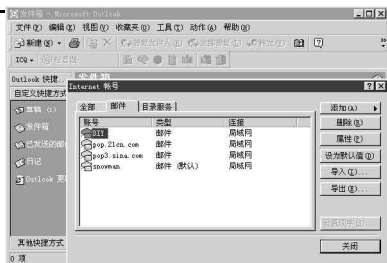

图11 Internet 帐号的邮件窗口
10)。在“Internet 帐号”下选择“邮件”项, 在此可以添加信箱, 也可以修改(图11)。例如用鼠标双击要修改的 snowman 帐号, 紧接着 snowman 帐号属性